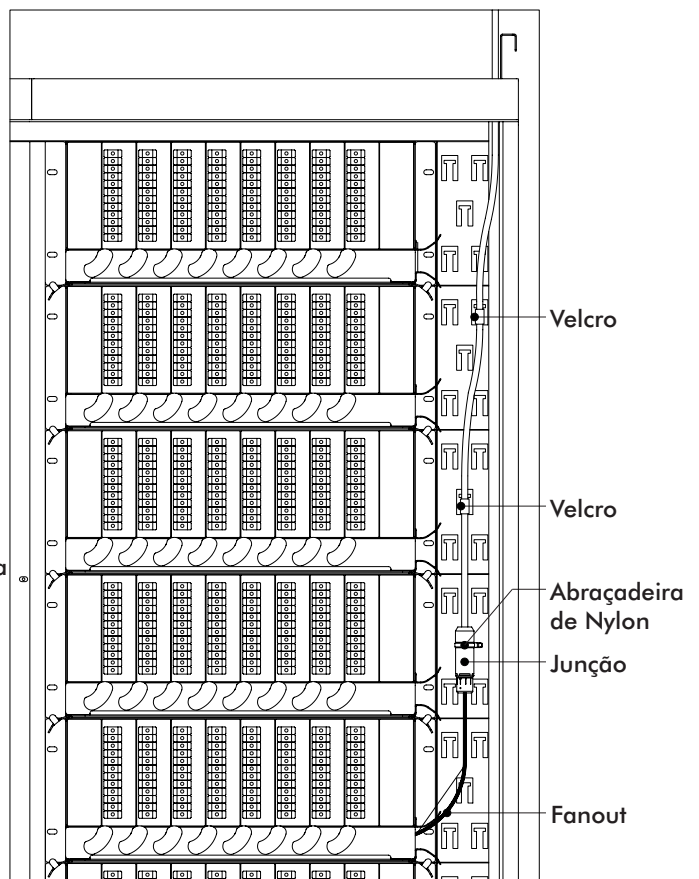

Figura 9
2. Guie os cabos Trunks – Fanouts até próximo aos Sub-Racks pela parte traseira da passagem lateral de cabos do Rack FTH-900. Utilize a Velcro dupla face para a fixação durante o caminho e as abraçadeiras de Nylon de 150 mm na fixação da junção. Conforme mostrado na Figura 9.